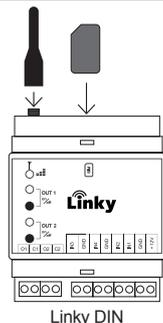

Fig.6
A. Avvitare l'antenna fornita nell'apposito connettore, inserire la SIM card opportunamente preparata come descritto nel paragrafo *Preparazione SIM card*, con l'apposito cassetto porta SIM (Fig.6).